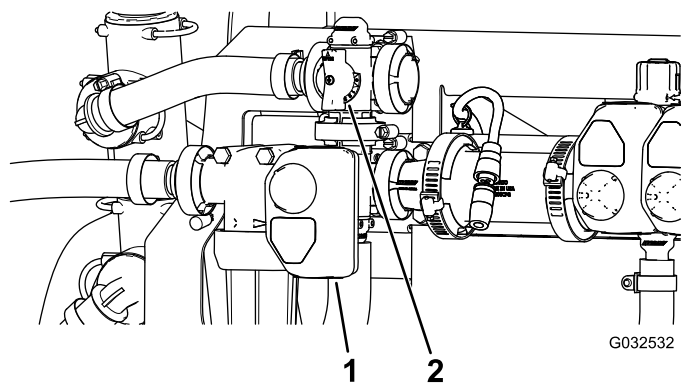

Figure 50
10. Réglez la vanne de dérivation d'agitation (Figure 50) à l'arrière de la vanne d'agitation jusqu'à ce que la pression du système de pulvérisation soit 689 kPa (100 psi).